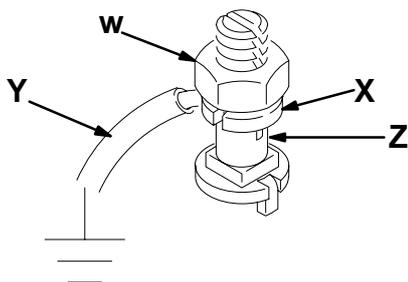

Abb. 2
1. *Pumpe*: Erdungsdraht und Klammer wie in Abb. 2 dargestellt mit einem guten Erdungspunkt verbinden.
- a. Mutter (W) und Scheibe (X) der Erdungsöse lösen.
- b. Ein Ende des 1,5 mm² dicken Erdungskabels (Y) in den Schlitz in der Öse (Z) schieben und die Mutter fest anziehen.